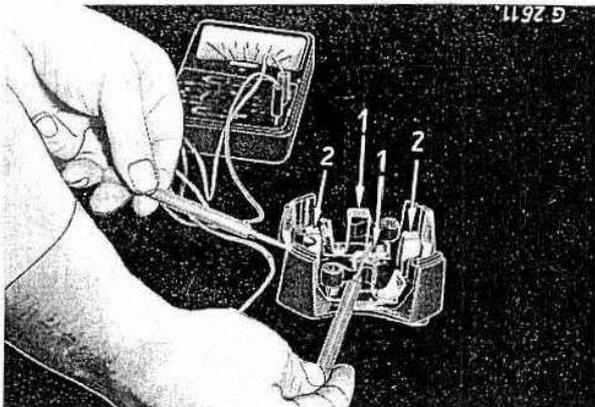

Bild 22
Mit einem Prüfgerät oder mit einer Prüflampe 40 Volt Wechselspannung die Isolierung der Bürstenhalter (1) Bild 22 prüfen. Die Lampe darf nicht aufleuchten. Das Ohmmeter muß eine "unendliche" Anzeige haben. Der Lagerflansch muß bei der Prüfung trocken und frei von Kohlbürstenabrieb sein.